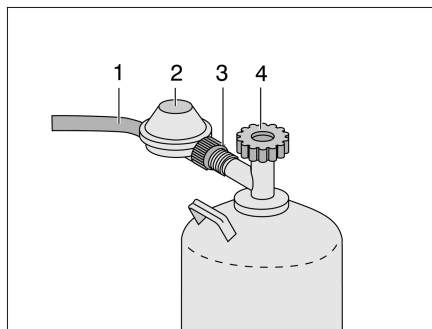

Bild 241 Anschluss Gasflasche
- Haupt-Absperrventil (Bild 241,4) an der Gasflasche schließen. Pfeilrichtung beachten.
- Gasdruckregler (Bild 241,2) festhalten und Rändelmutter (Bild 241,3) öffnen (Linksgewinde).
- Gasdruckregler mit Gasschlauch (Bild 241,1) von der Gasflasche abnehmen.
- Gasdruckregler (Bild 241,2) mit Gasschlauch (Bild 241,1) an die Gasflasche ansetzen und Rändelmutter (Bild 241,3) von Hand fest zudrehen (Linksgewinde).